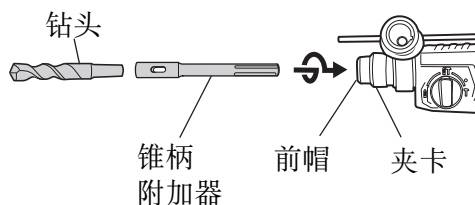
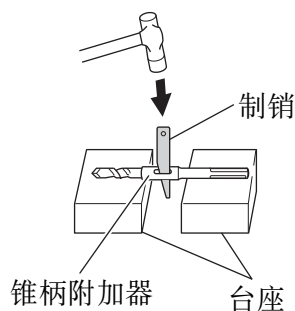

图 15
图 16
- (1) 把锥柄附加器安装在锤钻上。(图 15)
- (2) 把钻头 (锤柄) 安装在锥柄附加器上。(图 15)
- (3) 接通开关, 按预定深度钻开一个孔口。
- (4) 拆卸钻头时, 可将制销插入锥柄附加器的缝隙, 把钻头放在台座上, 用锥子敲打制销头部。(图 16)